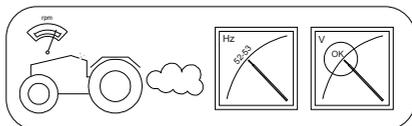

fig. 4c
4. Augmenter graduellement le nombre de tours, jusqu'à ce que le fréquencemètre indique 52-53 Hz, et vérifier que la tension à vide mesurée par le voltmètre est correcte (fig. 4c).